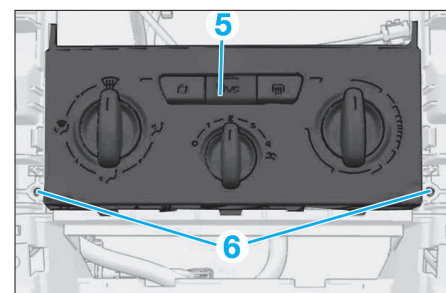

Fig. 7
• Déposer les vis de fixations (6) du panneau de climatisation (5) (Fig.7).